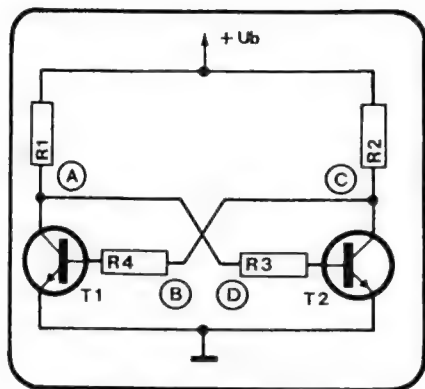

Bild 1. Zum Prinzip des FlipFlops. Es besteht aus zwei Transistoren, in jeder Stufe sind ein Kollektor- und ein Basiswiderstand enthalten.
Fließt ein Strom durch einen Widerstand, stellt sich an dem Widerstand zwangsläufig ein Spannungsabfall ein. Dies gilt auch für den Spannungsteiler aus dem Widerstand R und dem Kondensator C (Bild 1). Sind beide Teilspannungen in ihrem Wert gleich, sind folglich die Impedanz von C und der Wert vom Widerstand R gleich. Der Widerstandswert läßt sich leicht ermitteln; entweder anhand der Farkodierung oder durch Ausmessen mit dem Vielfachmeßinstrument. Ist der Widerstandswert bekannt, errechnet sich der Wert des Kondensators mit einer Division. Die Formel dazu ist an anderer Stelle des Artikels angegeben.
*Bild 1. Bei einer solchen Schaltungsanordnung kann man mit einem einfachen Vielfachmeßinstrument die Teilspannungen  $U_C$  und  $U_R$  ermitteln; es handelt sich dabei um Wechselspannungen.*
**Bild 2. Praktischer Schaltungsaufbau der in Bild 1 gezeigten Prinzipianordnung. Auf einer Lochrasterplatte finden alle Bauelemente bequem Platz. Stimmt die Spannung der Trimpotentiometer-Reihenschaltung mit der Kondensatorspannung überein, sind auch Widerstand und Impedanz in ihrem Wert gleich.**
Bild 1 zeigt den wesentlichen Teil des FlipFlop-Prinzips. Die beiden Transistoren T1 und T2 sind nichts weiter als elektronische Schalter. In den Kollektorleitungen liegt je ein Lastwiderstand R1 bzw. R2.
linken Transistorstufe liegt. Welchen Sinn das hat, macht Bild 2 deutlich. Die Darstellung ist völlig identisch mit Bild 1, jedoch sind hier die beiden Transistorstufen einzeln als Blöcke eingezeichnet. Der Ausgang jeder Stufe (Kollektor) ist mit dem Eingang der anderen (Basiswiderstand R3 bzw. R4) verbunden. Da die Widerstände in der Schaltung so bemessen sind, daß jeder der Transistoren entweder voll sperrt oder voll leitet, ist die jeweilige Kollektorspannung entweder „hoch“ (auf dem Wert der Speisespannung) oder „niedrig“ (fast Massepotential).
Bild 2. Die Schaltung von Bild 1 in etwas anderer Darstellung. Diese Darstellung macht deutlich, daß das FlipFlop aus zwei gleichen Transistor-Schaltstufen besteht, die miteinander verbunden sind. Das FlipFlop ist symmetrisch aufgebaut.
Bild 4 zeigt die Schaltung aus Bild 1 mit konkreten Bauelementwerten, außerdem
Diesen Zusammenhang macht Bild 1 deutlich. Am Kollektor des Transistors T1 soll die Spannung gegen Masse gemessen werden. Übrigens beziehen sich alle Spannungsangaben, nicht nur der Spannungspläne in P.E., auf Masse, wenn nichts besonderes vermerkt ist. In der Kollektorleitung des Transistors liegt der Widerstand R1 mit dem Wert 100 Kilo-Ohm. Die Spannung am Kollektor beträgt +5 Volt gegen Masse (Null Volt). Der Transistor und sein Kollektorwiderstand bilden eine Reihenschaltung; der Kollektorstrom  $i_1$  in dieser Stufe erzeugt am Widerstand einen Spannungsabfall. Der Kollektoranschluß kann als Knotenpunkt eines Spannungsteilers aufgefaßt werden.
Eine Messung, wie in Bild 1 angegeben, führt nicht nur zu einem völlig falschen Meßergebnis, sondern auch dazu, daß die Funktion dieser Transistorstufe empfindlich gestört wird; während das Meßergebnis zunächst darauf deutet, daß der gesuchte Schaltungsfehler bei T1 oder seiner Beschaltung ist, verursacht das Meßverfahren selbst einen neuen Fehler!
**Bild 1.** Spannungsmessung in einer Schaltung zur Überprüfung der Gleichspannungseinstellung. Wenn das Vielfachinstrument einen zu geringen Innenwiderstand hat bzw. die Schaltung zu hochohmig ist, führt die Differenz zwischen angezeigter und tatsächlicher Spannung leicht zu einer Fehlinterpertation.